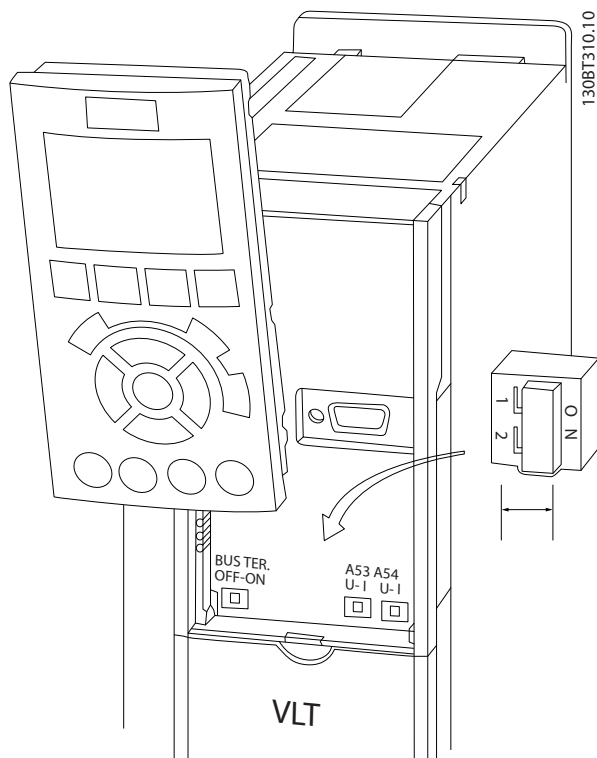

Рисунок 2.21 Расположение переключателей клемм 53 и 54 и переключатель оконечной нагрузки шины
- Доступ к переключателям можно получить, сняв LCP (см. Рисунок 2.21).